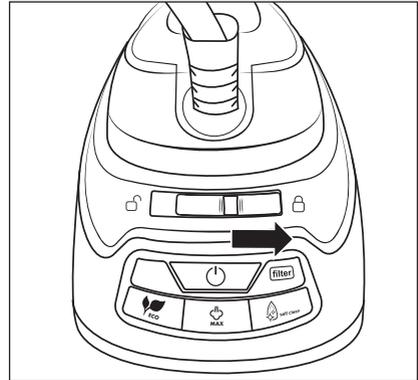

Fig. 8
- 4) Bloccare il ferro da stiro a vapore 1 spingendo l'interruttore di blocco 15 verso destra in direzione di  (bloccato) (vedere fig. 8).